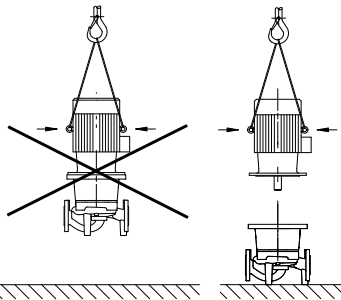

Fig. 6: Transport des Motors
- Die Transportösen am Motor sind nur zum Transport des Motors, nicht aber der ganzen Pumpe zugelassen (Fig. 6).